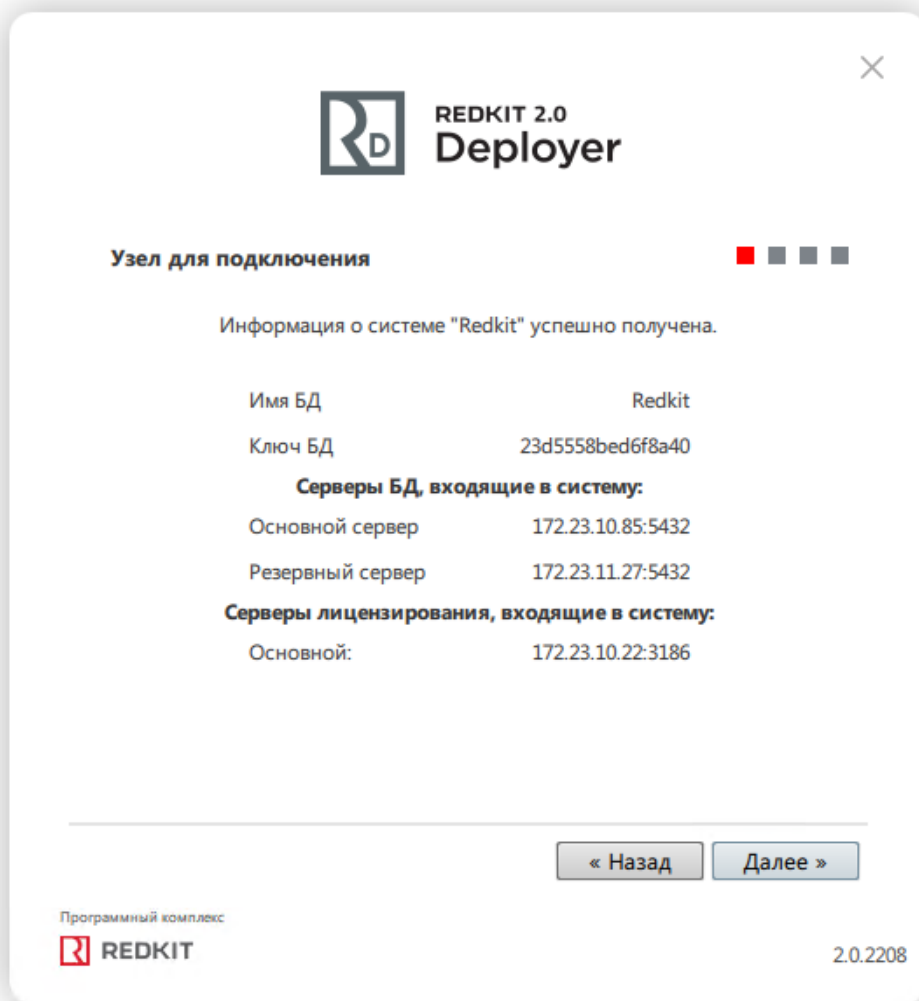

Рисунок 57 - Информация
5. Ознакомьтесь с информацией о системе Redkit и нажмите **Далее** (Рисунок 57).